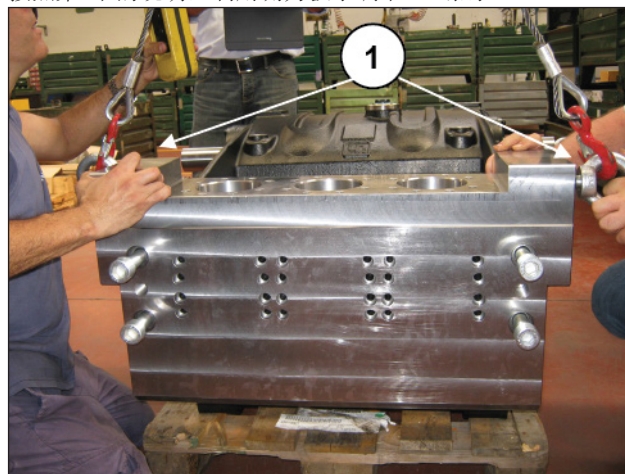
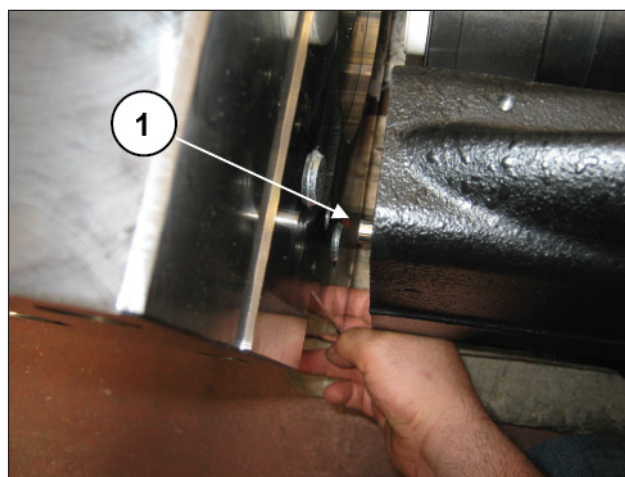

图 192
图 193
把两个M24吊环螺栓安装在输油管法兰的安装孔内 (位置①, 图 192), 然后重新降泵头放置在前曲轴箱上, 注意不要损毁曲轴箱上的定位销 (位置①, 图 193) 并用4个M24螺钉固定。